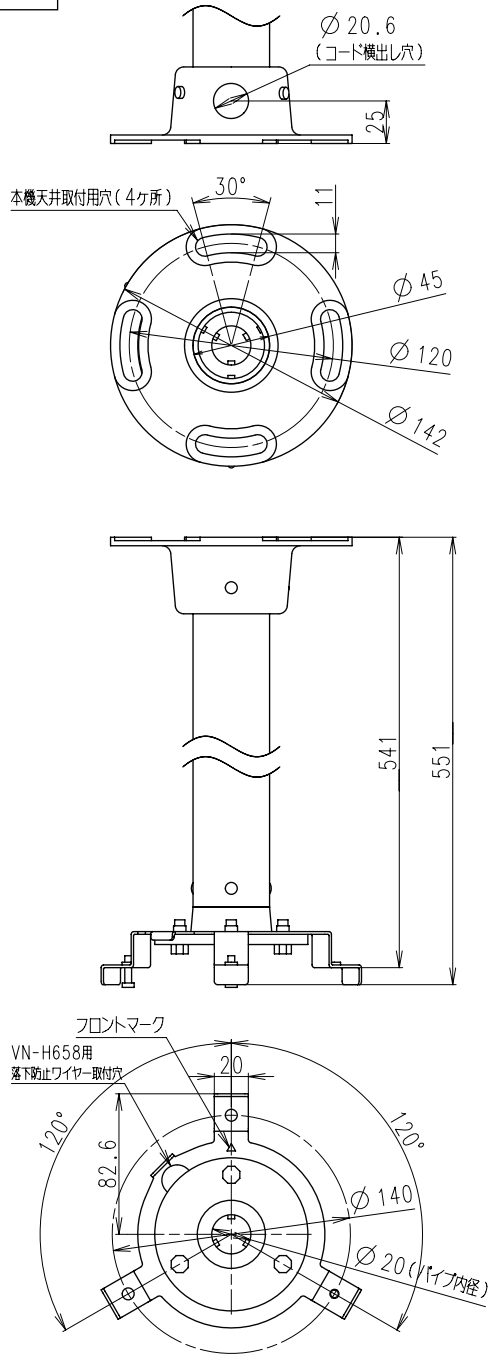

図 1. 寸法図
① アンカーボルト	M10、金属製	4	付属なし
② ねじ	M4×20、金属製、平座金・ばね座金組込	3	本機付属
③ 落下防止ワイヤー	VN-H658接続用、ステンレス製	1	VN-H658付属
④	本機接続用、金属製	1	付属なし
1. 本機を天井に①で取り付ける。
2. VN-H658 にあらかじめ取り付けておいた③を、本機 VN-H658 用落下防止ワイヤー取付穴にカラビナで取付ける。
3. 本機 VN-H658 取付用穴 (図 1 参照) に、②で VN-H658 を取付ける。